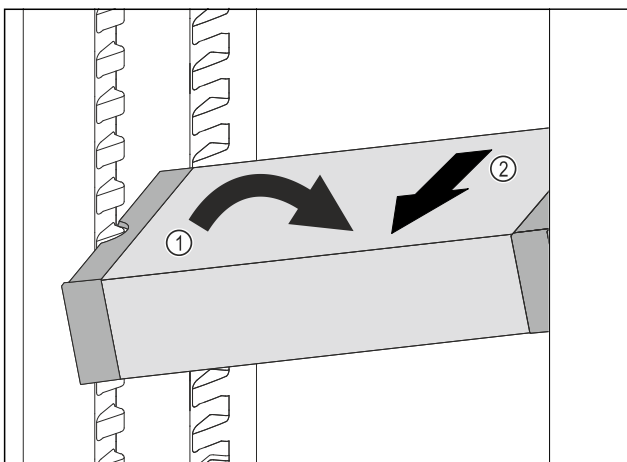

Fig. 129
- ▶ Встановити VarioSafe під кутом в охолоджувальному відділенні. Fig. 129 (1)
- ▶ Витягнути VarioSafe вперед. Fig. 129 (2)